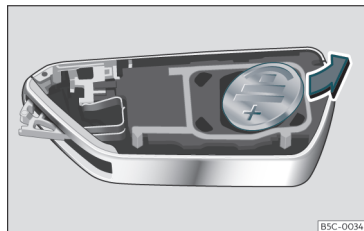

Fig. 77 Llave del vehículo: extracción de la pila.
- Extraiga la pila del compartimento con un objeto fino adecuado >>> **fig. 77**.
- Coloque la pila nueva y presiónela en el compartimento para la pila >>> ①.